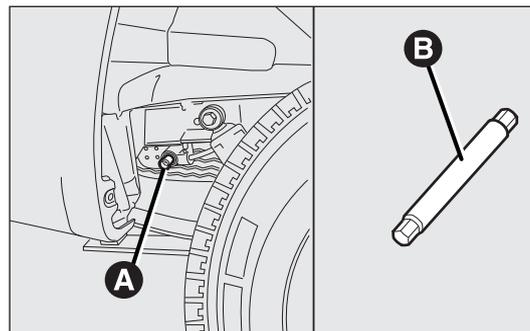
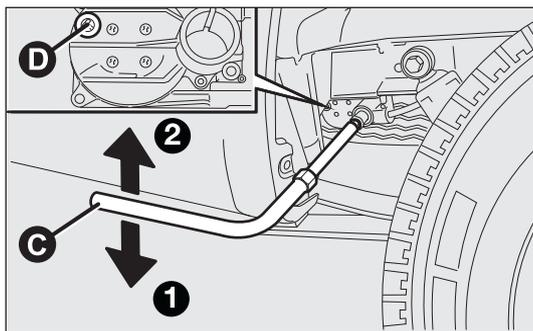

Abb. 167
Abb. 168
- für alle Versionen: vom hinteren Radkasten rechts aus die Schraube A-Abb. 167 der Ersatzrad-Haltevorrichtung mit dem mitgelieferten Schlüssel mit der entsprechenden Verlängerung B lösen;
- den mitgelieferten Schlüssel C-Abb. 168 mit der entsprechenden Verlängerung B-Abb. 167 auf die Schraube A-Abb. 167 der Betätigungsverrichtung des Ersatzradsitzes setzen und gegen den Uhrzeigersinn 2 drehen, damit das Ersatzrad angehoben wird, bis es komplett in seinem Sitz unter dem Laderaumboden liegt. Im Schaufenster auf der Vorrichtung prüfen, ob die Kerbe für die erfolge Einrastung D-Abb. 168 angezeigt wird.